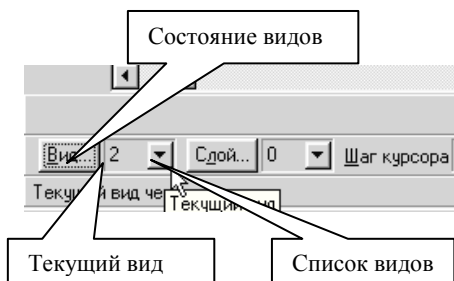
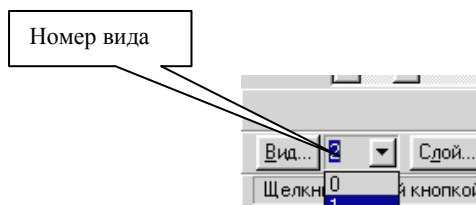

Рис. 81
Рис. 82
5. Нажмите кнопку **Показать все** на Панели управления. Если расположение изображений выбрано неудачно, можно отредактировать координаты точек привязки для видов 1 и 2. Чтобы сделать вид текущим, воспользуйтесь полем **Текущий вид**, рис. 81, рис. 82. Нужно ввести его номер в поле **Текущий вид** в Строке параметров и нажать клавишу [Enter], или выбрать его из списка видов, который открывается при щелчке на кнопке **Список видов**.